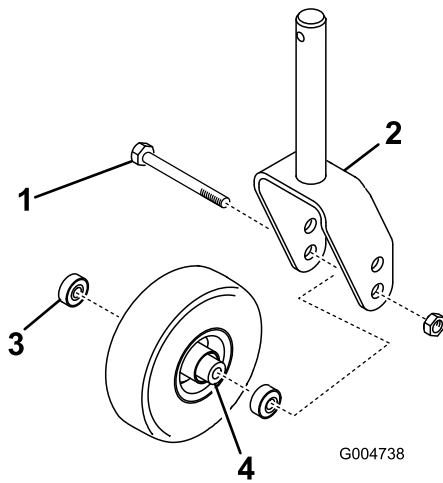
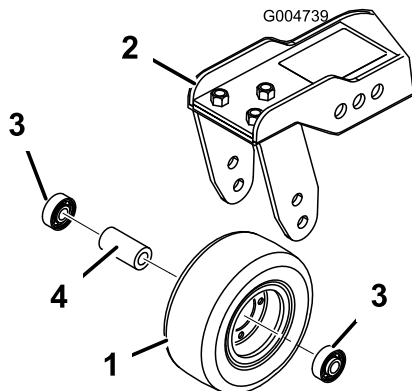

Bild 85
Bild 86
1. Entfernen Sie die Sicherungsmutter von der Schraube, mit der das Laufrad zwischen der Laufradgabel (Bild 85) oder dem Laufradgelenkarm (Bild 86) befestigt ist.
2. Entfernen Sie das Lager aus der Radnabe und lassen das Lagerdistanzstück herausfallen (Bild 85 und Bild 86).